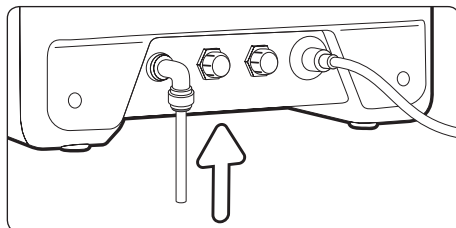

Figura 3
4. Encaixe a mangueira de entrada de água na conexão e empurre-a até o final (Figura 3).